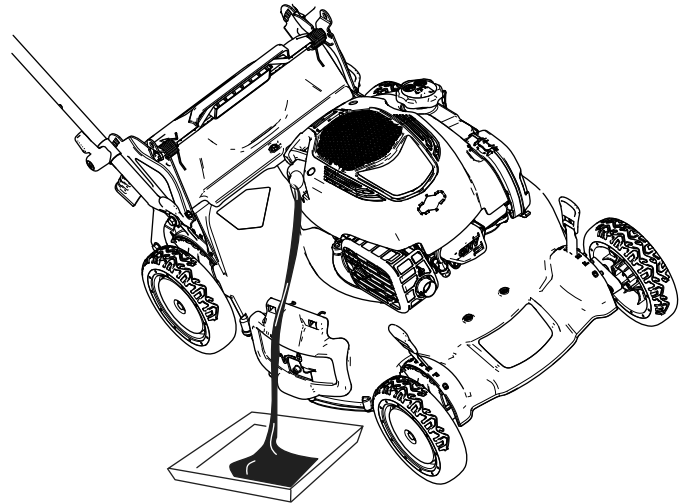

Bild 29
4. Kippen Sie die Maschine seitlich (Luftfilter nach oben), um das Altöl aus dem Öleinfüllstutzen abzulassen (Bild 29).